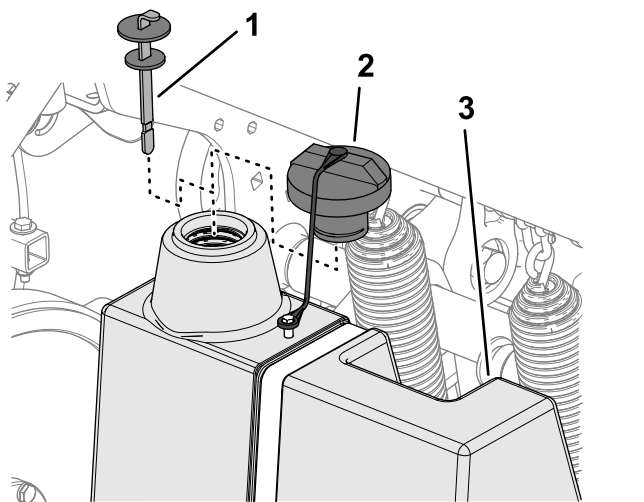

Figura 168
3. Curăai zona din jurul buonului i a capacului rezervorului de ulei hidraulic (Figura 168). Îndepărtai capacul de la buon.